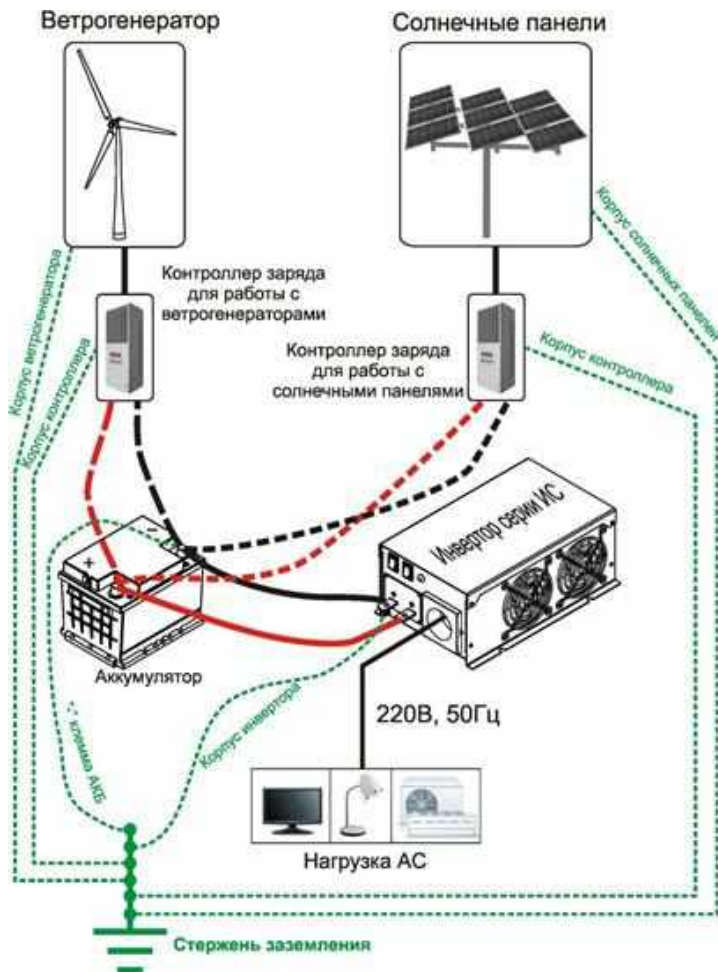

Рисунок 4 – Схема подключения инверторов серии ИС к системам альтернативной энергетики
9.6 Схема подключения инвертора в системе питания от альтернативных источников энергии указана на рис.4 (при построении систем бесперебойного питания с использованием альтернативной энергетики необходимо выполнять рекомендации).